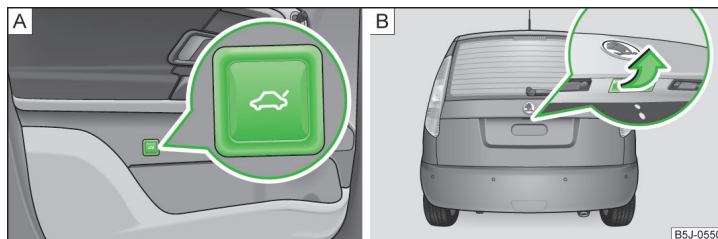

Fig. 36 Aprire il portellone bagagliaio/maniglia del portellone bagagliaio
- Premere il tasto con il simbolo  nella porta lato conducente » fig. 36 - **A** e sollevare il portellone bagagliaio nella direzione indicata dalla freccia » fig. 36 - **B**.
- Premere la maniglia e sollevare il portellone bagagliaio nella direzione indicata dalla freccia » fig. 36 - **B**.